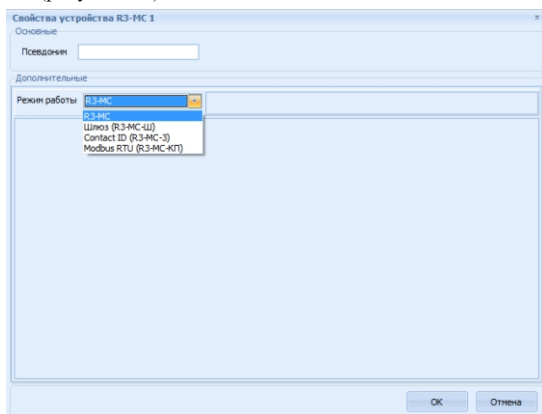

Рисунок 7.2
- в открывшемся окне «Свойства устройства R3-МС» в поле режим работы выбрать режим R3-МС-КП (по умолчанию выбран режим R3-МС (рисунок 7.2)